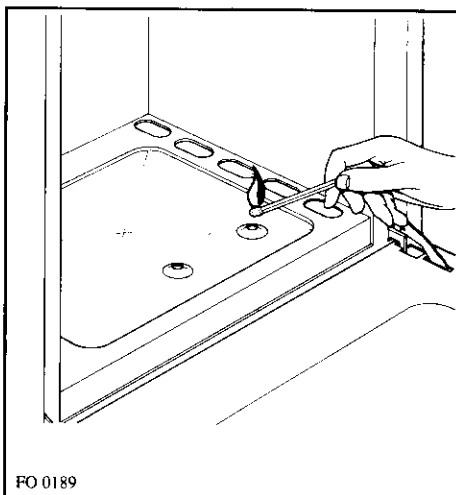

Fig. 3
- Approchez une flamme de l'orifice situé à droite (Fig. 3).